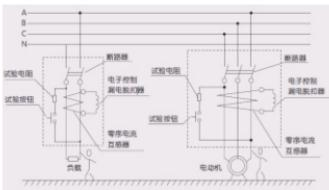

图2 工作原理图
2、当被保护电路中有漏电或人身触电时, 只要漏电电流达到整定漏电动作电流值, 零序电流互感器二次绕组的输出信号就会触发可控硅导通, 漏电脱扣器通电吸合, 使漏电断路器脱扣分闸, 从而切断电源起到漏电和触电保护作用。工作原理图(见图2)。